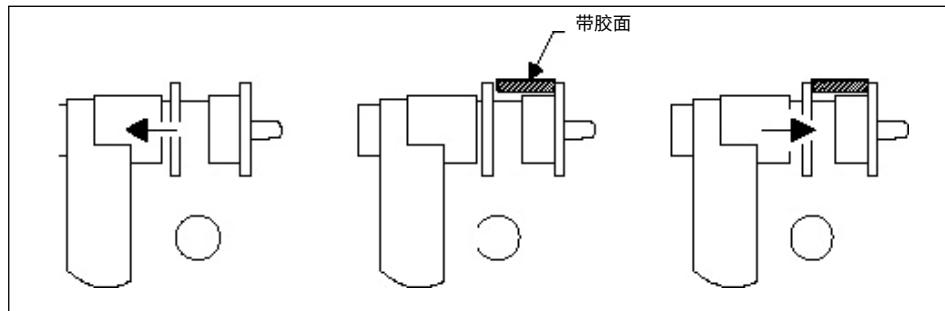

图 F3.12 使用距离尺粘贴铅块的使用
2) 将左侧窗口显示的不平衡克数（内侧不平衡量）对应的平衡块放置到拉尺头上，如图 F3.12 所示；